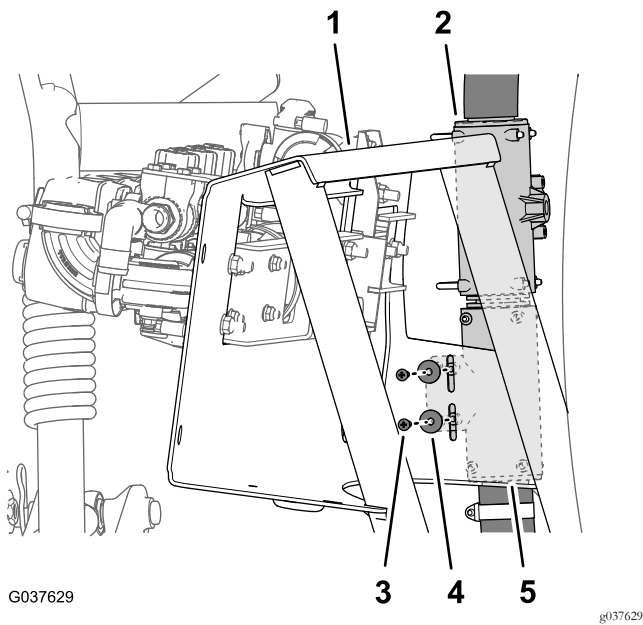

Bild 51
4. Fluchten Sie die Löcher im unteren T-Anschlussstück mit den Schlitz in der Ventilbefestigung aus (Bild 51).